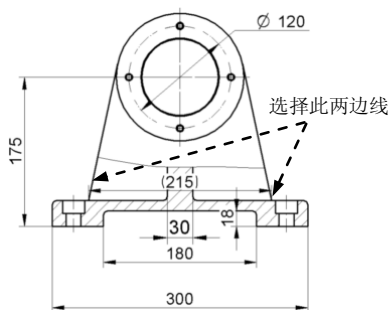

图 8.13.63 标注参考尺寸
(1) 单击 **主页** 选项卡 **尺寸** 区域中的  命令，单击“尺寸类型”按钮 ，在弹出的下拉菜单中选择  **参考** 选项。
(2) 然后选择图 8.13.63 所示的两边线，结果如图 8.13.63 所示。按 **Esc** 键退出命令。